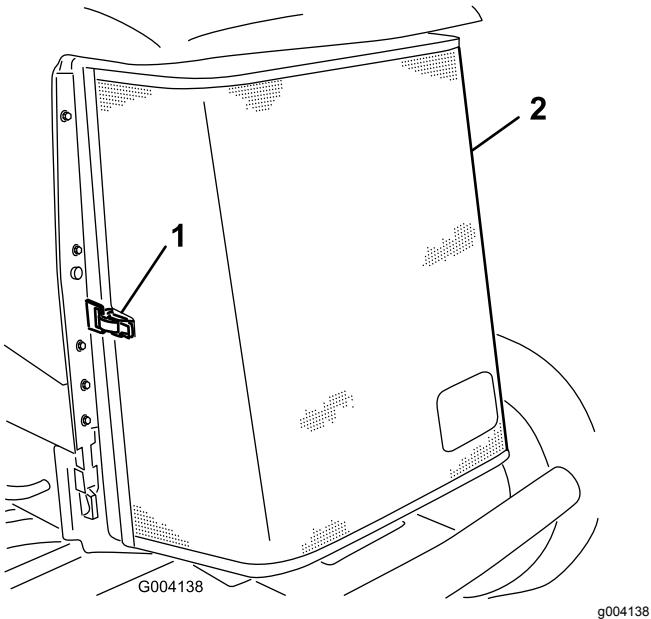

Bild 65
3. Entriegeln Sie den Riegel und drehen Sie das hintere Gitter auf (Bild 65).